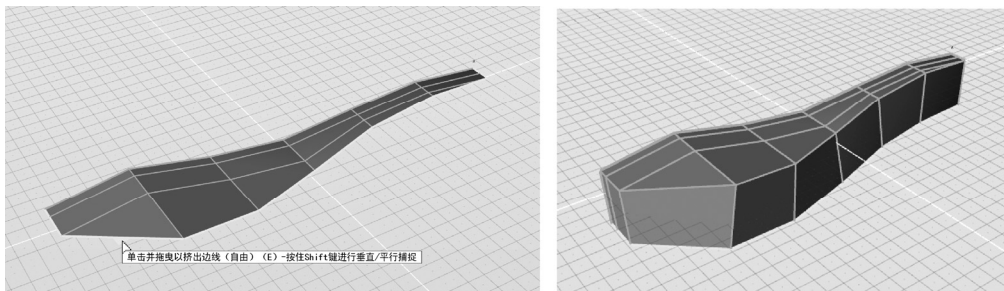

图 7-68 链选边线(左)并进行垂直方向挤出(右)
1) 在透视图, 按〈S〉键切换至编辑边线状态。随后按住〈Shift〉键, 并单击车座外侧的任意一段, 可一次性将车座外侧的所有边线全部选中。将视图调整为图 7-68 所示的视角, 任意选中一条边界并将鼠标光标放在其中间位置, 直至显示实心黄色标识。随后按住〈Shift〉键, 向垂直方向挤出, 如图 7-68 所示。